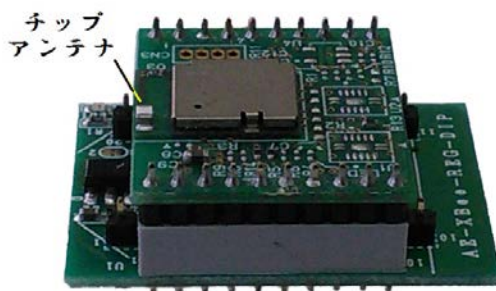

図 2-8 BLE モジュールをピッチ変換基板に差し込み
2. ワイヤレスシールドを使用する場合、「SERIAL-SELECT」というスイッチがありますが、このスイッチを「MICRO」（左側）に入れていれてください。図 2-8 のように BLE モジュールを、チップアンテナが基板の端を向くようにして、ワイヤレスシールドの 2mm ピンピッチのソケットに差し込んでください。このとき、差込む方向には十分に注意してください。逆向きに差し込むと正常に動作しません！